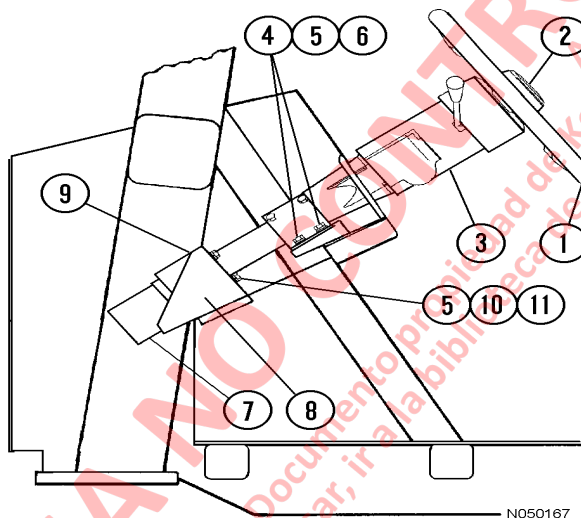

FIGURA 5-1. UNIDAD DE COTROL DE DIRECCIÓN
4. Retire cuatro pernos de montaje (10, Figura 5-1), arandelas planas y arandelas de seguridad. Retire la unidad de control de dirección (7).
2. Mueva la unidad de control de dirección a su posición y alinee la con las ranuras del eje de la columna de dirección. Asegure la unidad de control de dirección en su posición utilizando cuatro pernos de montaje (10, Figura 5-1), arandelas planas y arandelas de seguridad.